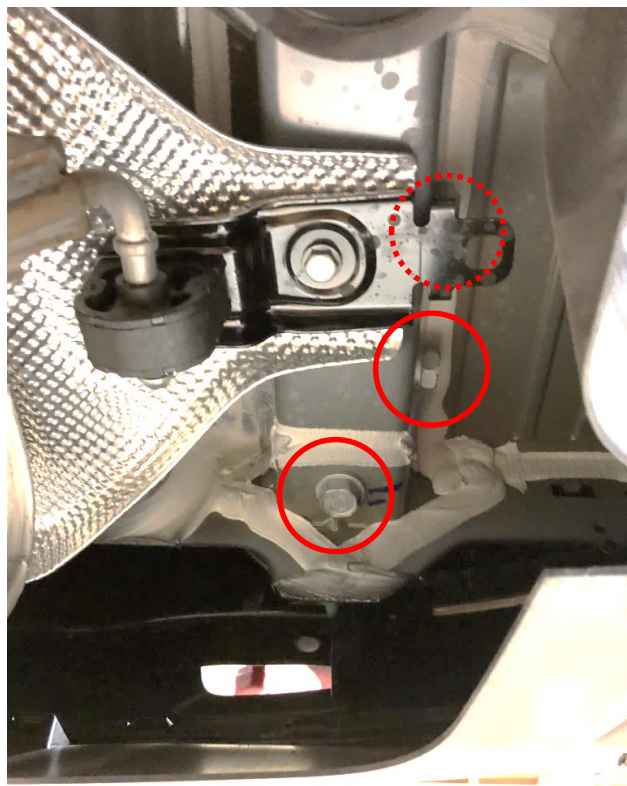

Figure 5
1. **Desserrer les doublures de passage de roue** - Utiliser des douilles 8 mm et 10 mm pour retirer trois (3) vis et un (1) écrou à embase en plastique des doublures de passage de roue des deux côtés.
2. **Retirer les boulons M14 d'origine** – Utiliser une douille 21 mm pour retirer trois (3) boulons M14 d'origine des longerons de chaque côté, un (1) dans le bas et deux (2) dans le côté, voir **Figure 5**. Conserver pour réinstallation.
1. Desserrer les doublures de passage de roue - Utiliser des douilles 8 mm et 10 mm pour retirer trois (3) vis et un (1) écrou à embase en plastique des doublures de passage de roue des deux côtés.
2. Retirer les boulons M14 d'origine – Utiliser une douille 21 mm pour retirer trois (3) boulons M14 d'origine des longerons de chaque côté, un (1) dans le bas et deux (2) dans le côté, voir Figure 5. Conserver pour réinstallation.